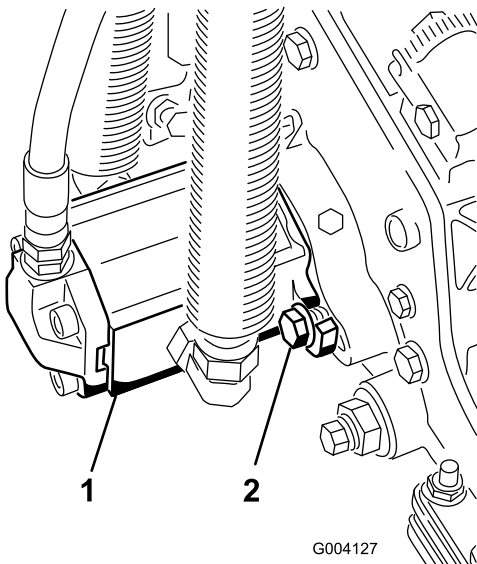

図 20
17. モータを手を持ち、右回りにひねってモータのフランジをボルトから逃がしながら、キャップスクリューにモータをセットする(図 20)。